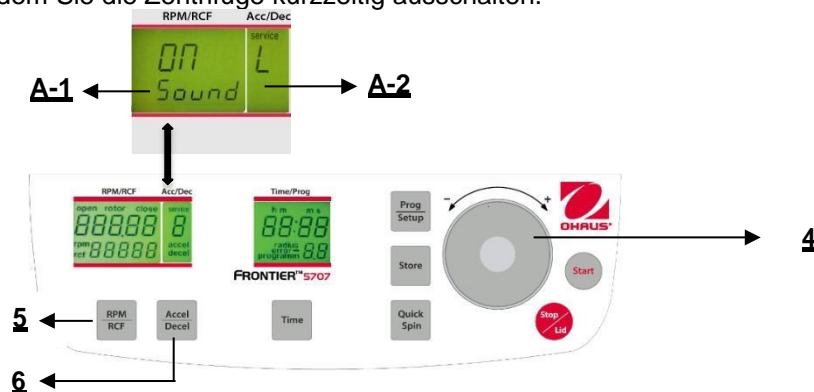

Abbildung. 29
Fahren Sie fort wie unter Punkt 4.1.2 beschrieben, um in den Programmmodus einzutreten und drücken Sie dann die Taste **"Accel/Decel"**(6). Auf der Anzeige blinkt **"Acc/Dec"** (A-2) das Wort **"Service"**. Wählen Sie nun den Buchstaben **"L"** mit Hilfe des Anpassungs Wählscheibe (4). Als Ergebnis erscheinen die Worte **"On Sound"** auf der Anzeige **"RPM/RCF"** (A-1). Wenn Sie die Taste **"RPM/RCF"** (5) nun drücken, blinkt das Wort **"On"** und Sie können den Ton mit dem Anpassungs Wählscheibe (4) umschalten (siehe Abbildung 29).